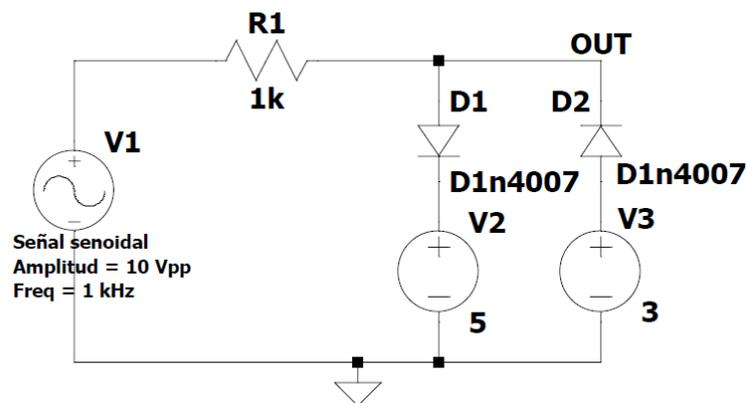

Figura 3. Circuito recortador doble
- 3.4.3 Analizar el circuito recortador doble de la Figura 3 y determinar analíticamente V_{\min} y V_{\max} de la señal de salida. Graficar en papel milimetrado las formas de onda de entrada y salida, con una escala adecuada detallando todos los valores.